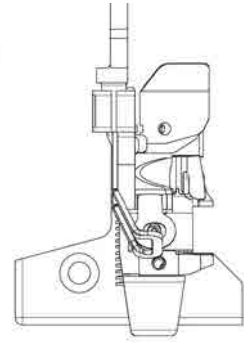

图 1
- 在使用缝纫机之前，务必确认压脚是否在正确的位置。（用手轻轻转动手轮，看针尖是否落在压脚的针孔中心）（图 1）